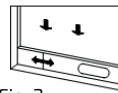

Fig. 2
- Öffnen Sie das Fenster und installieren Sie den Verbindungsstück des Abluftschauches (wie auf Abb. 2 und 3 zu sehen sind). Es kann obwohl horizontal als auch vertikal gestellt werden